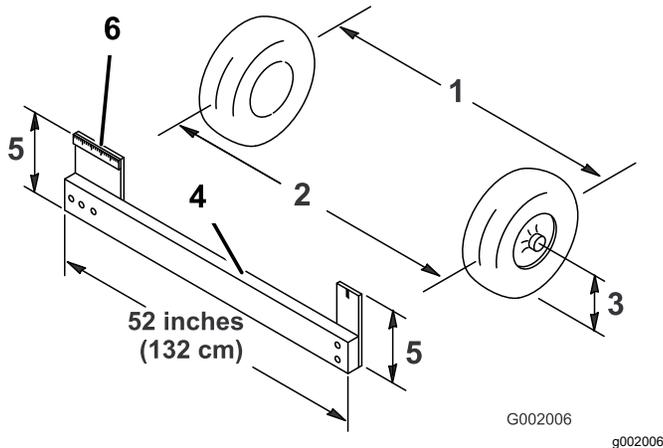

Bild 51
4. Messen Sie den Abstand zwischen beiden Vorderreifen auf Achshöhe (an der Vorder- und Rückseite der Vorderreifen) (Bild 51).
der Vorderreifen auf Achshöhe genau zu messen (Bild 51).